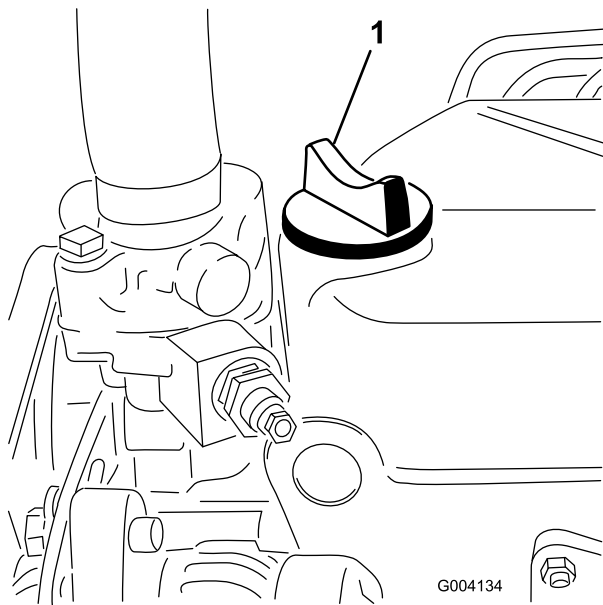

Figura 30
5. Se il livello dell'olio non raggiunge la tacca di PIENO, togliete il tappo di riempimento (Figura 30) e rabboccate con olio fino a portarlo al segno di PIENO sull'asta di livello.